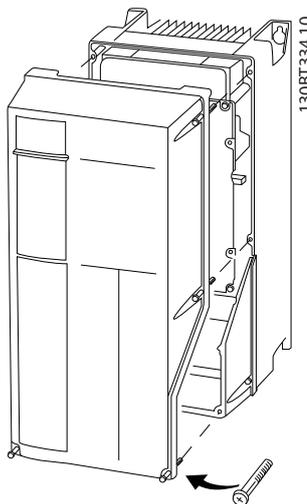

Рисунок 2.14 Доступ к подключению элементов управления в корпусах A4, A5, B1, B2, C1 и C2
- Или снимите переднюю крышку, ослабив крепежные винты. См. Рисунок 2.14.